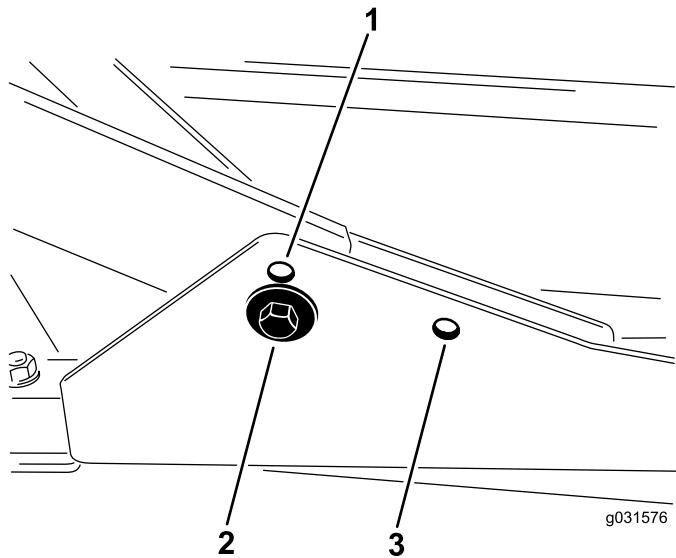

Figure 17
- Pour les hauteurs de coupe entre 2 et 7,6 cm, montez les bâts porteurs avant dans les trous inférieurs avant (Figure 17).
- Pour les hauteurs de coupe entre 6,3 et 10 cm, montez les bâts porteurs avant dans les trous supérieurs avant (Figure 17).
Quelle que soit la hauteur de coupe, l'unité de coupe arrière doit être montée dans les trous de montage arrière (Figure 17).